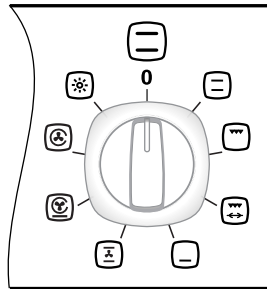

Рис. 6
- ручкой режимов работы устанавливается необходимый способ приготовления (рис. 6);